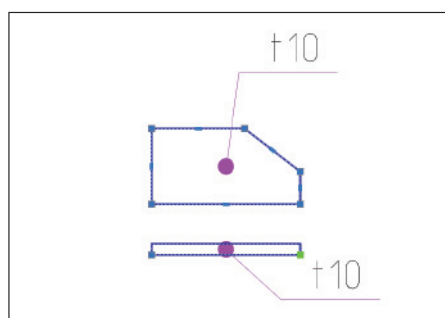

Рис. 9. Редактирование геометрии пластин с помощью специальных "ручек"
- редактирование геометрии пластин с помощью специальных "ручек" (рис. 9);